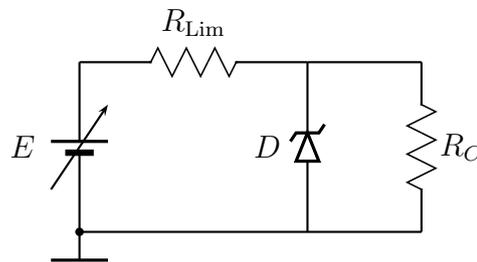

Figura 6.11: *Regulador de tensión basado en un diodo Zener.*
3. **Regulación de tensión mediante un diodo Zener:** Arme un circuito como el de la figura 6.11 y estudie la variación de la caída de tensión sobre la resistencia de carga cuando se varía: